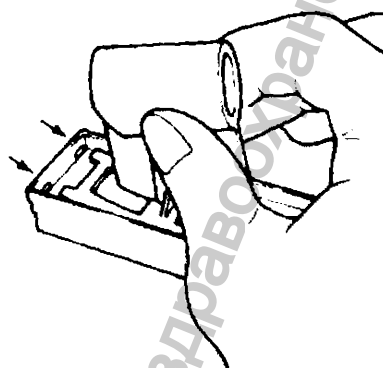

Рисунок 3-4
3. Вставьте две лапки, расположенные на дне камеры для образцов (3), в соответствующие отверстия держателя для камеры. Смотри Рис. 3-4.